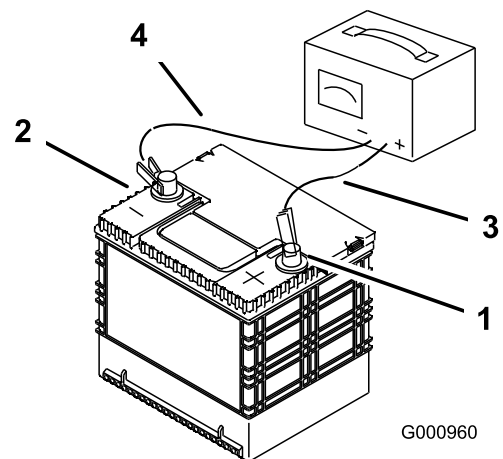

Bild 69
3. Wenn die Batterie ganz aufgeladen ist, ziehen Sie den Stecker des Ladegeräts aus der Dose. Klemmen Sie dann die Klemmen des Ladegeräts von den Batteriepolen ab (Bild 69).